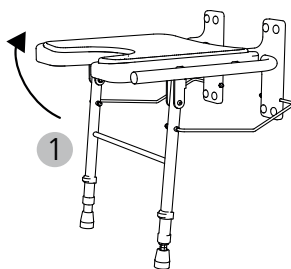

fig. 6
1. Per chiudere il sedile sollevare la seduta (Fig. 6, 1). Le gambe si chiudono in automatico, e il sedile poggia sulla parete, con minimo ingombro.